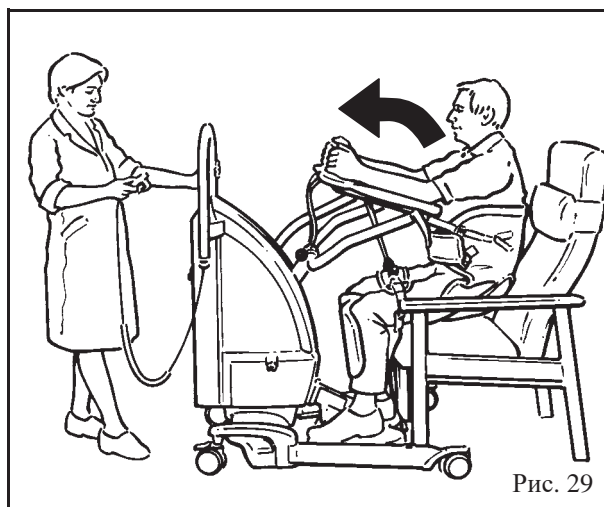

Рис. 29
5. Когда пациент будет готов, используйте кнопку подъема на пульте дистанционного управления или на дублирующей панели управления, одновременно попросив пациента постараться встать (см. рис. 29).